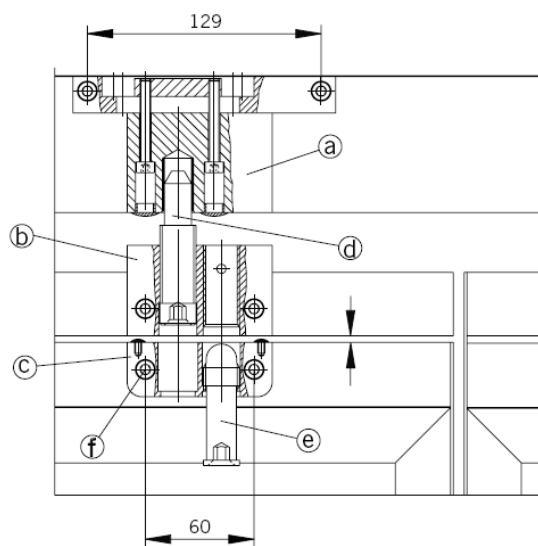

Fig. 12
12. Установка запирающего механизма (Рис.12):